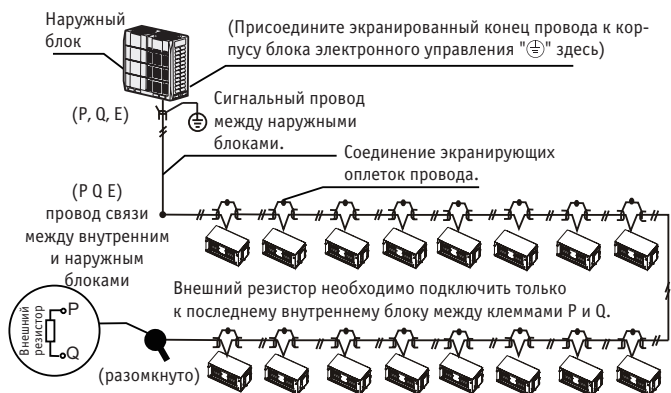

Рис. 9.6
- Проводка связи между внутренними и наружным блоками должна соединять один блок за другим в последовательную цепь, от наружного блока до последнего внутреннего блока. Экранирующую оплетку следует правильно заземлить. Для повышения стабильности системы связи у последнего внутреннего блок необходимо установить внешний резистор (см. рисунок 9.6).